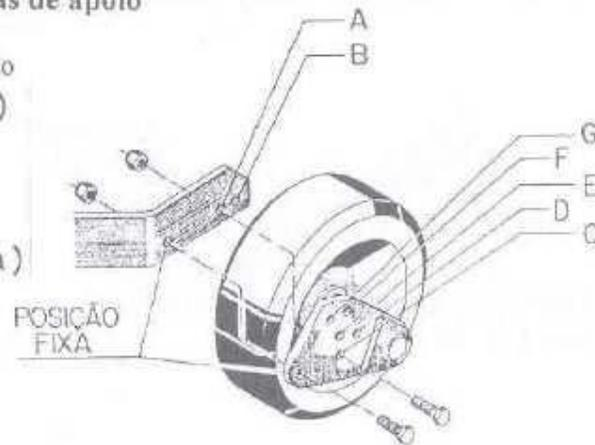

Fig. 12 - Regulagem da altura de trituração
A regulagem da altura de trituração depende da combinação escolhida (Fig. 12 e 13) e do correto nivelamento do Tritton (veja item 2.5 - Nivelamento do Tritton)